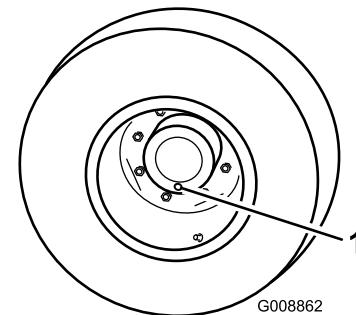

Figura 58
1. Coloque a máquina numa superfície nivelada, posicione uma roda de forma a que um dos tampões de verificação se encontre na sua posição mais baixa (6 horas) (Figura 58).